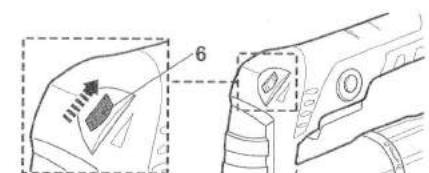

Рис. 9
> Поверните регулятор выбора скорости (6) вправо (если смотреть снизу), чтобы уменьшить максимальную скорость (Рис. 9). Меньшее значение подходит для шлифования крупнозернистой наждачной бумагой для снятия штукатурки и водной проправы с рабочей поверхности.